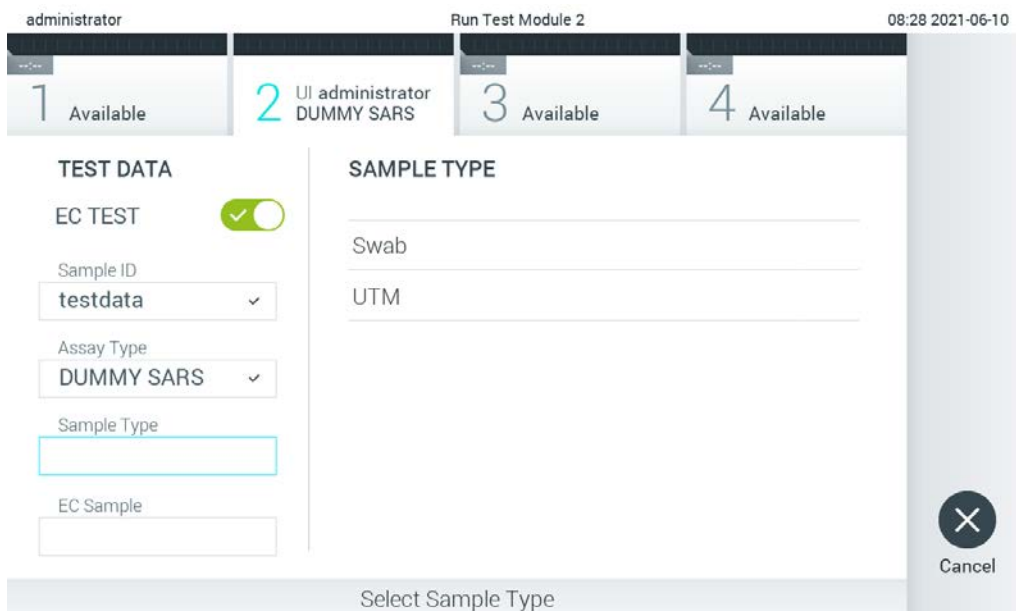

Figura 90. Selectarea unui tip de probă.
5. Dacă este necesar, selectați tipul de probă corespunzător din listă (Figura 90).